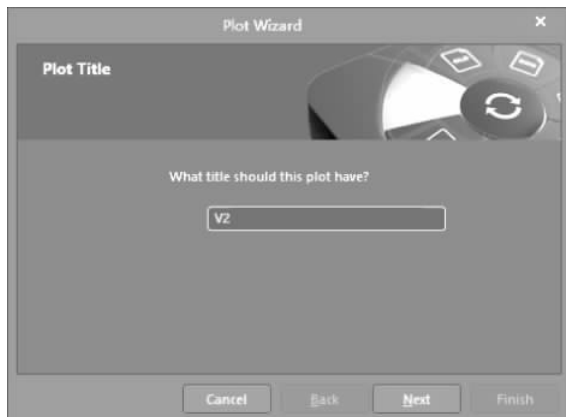

图 3-18 添加图形的配置界面 1
(3) 在出现的 PCB_Project1. sdf 空白界面中单击鼠标右键, 出现快捷菜单, 选择 Add Plot。
(4) 出现如图 3-18 所示的 Plot Wizard-Plot Title(图形向导-图形标题, 即三个步骤中的第一个步骤-图形标题)。在 What title should this plot have(这个图形的标题是什么)中, 根据自己的习惯给该图形命名, 在此给出的名称是 V2, 单击 Next 按钮。